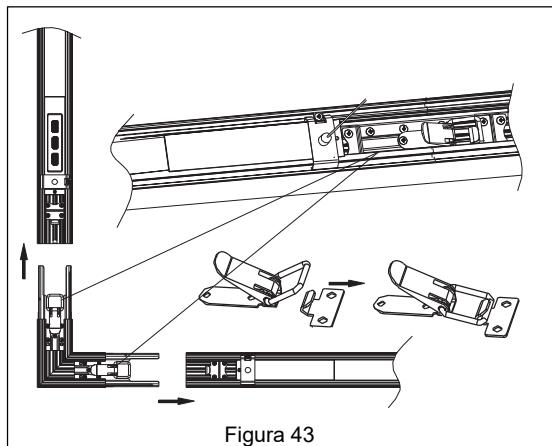

Figura 43
5. Inserta el conector en L en la lámpara y conecta el pestillo al soporte de empalme B, luego tira de la hebilla de bloqueo para asegurar las lámparas. *Ver Figura 43.*